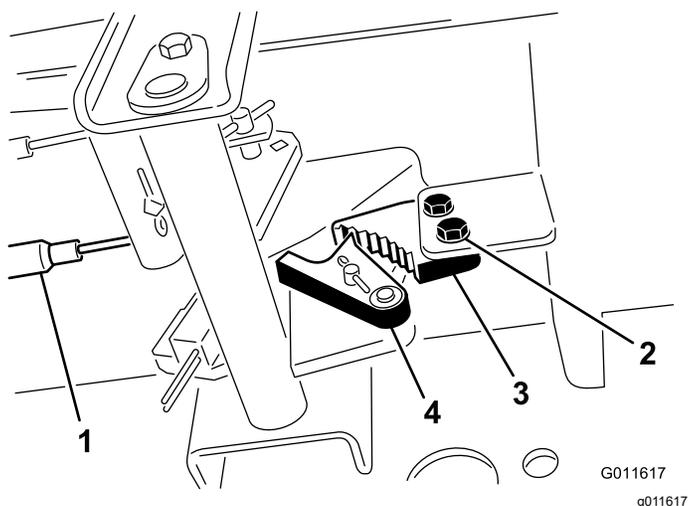

Figura 114
2. Solte os 2 parafusos que prendem a lingueta do travão de estacionamento à estrutura (Figura 114).
3. Carregue no pedal do travão para a frente até o detentor do estacionamento engatar completamente na lingueta do travão (Figura 114).